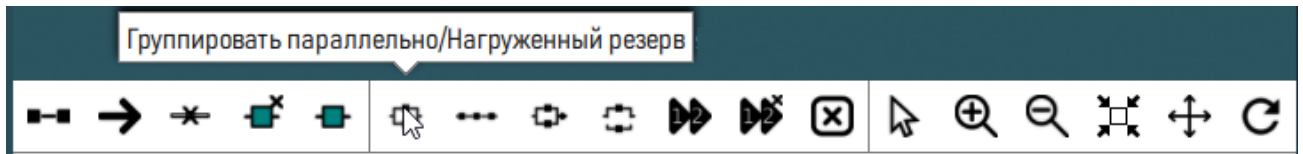

Рисунок 307 – Кнопка  «Группировать параллельно/Нагруженный резерв»
4) В верхней части рабочего окна нажать кнопку  «Группировать параллельно/Нагруженный резерв» (рисунок 307).
2) В верхней части рабочего окна нажать кнопку  «Группировать параллельно/Нагруженный резерв» (см. рисунок 307).